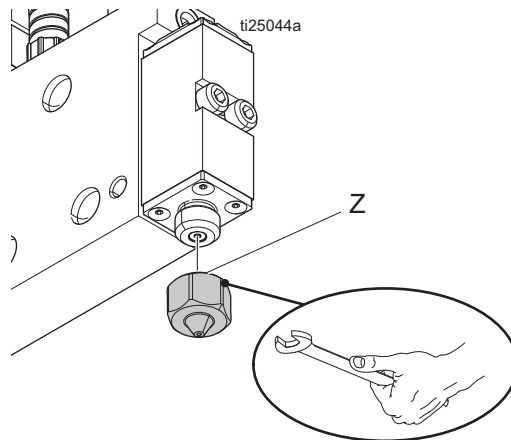

FIG. 9
2. S'assurer que la buse (Z) est retirée. Voir la **Figure 9**.
5. Appuyer sur l'interrupteur de mode manuel prioritaire (M) pour actionner manuellement l'électrovanne.